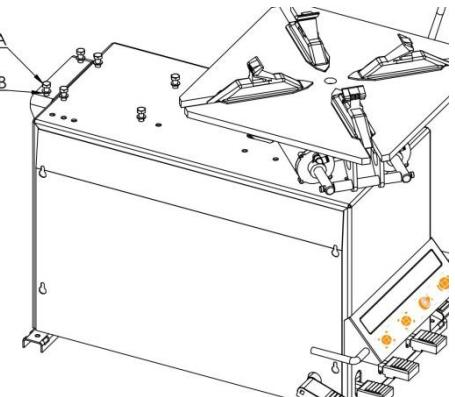

Abb. 4
- Entfernen Sie zuerst die Schrauben (A, Abb.4) und Ringe (B, Abb.4).